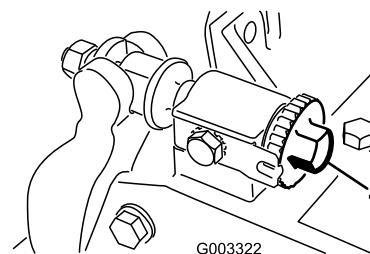
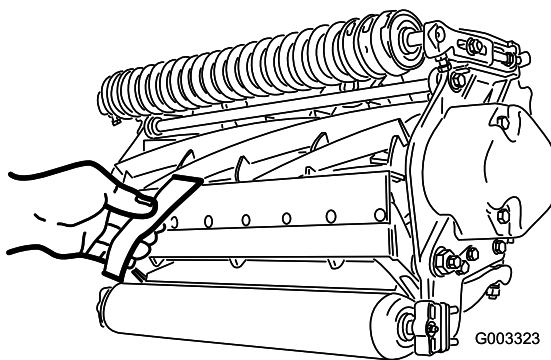

Figura 8
Figura 9
1. Posizionate la macchina su una superficie piana e uniforme. Accertatevi di eliminare il contatto del cilindro ruotando le viti di regolazione della barra di appoggio in senso antiorario (Figura 8).
- Importante:** Accertatevi che i dadi sull'estremità posteriore delle viti di regolazione della barra di appoggio non poggino sul piano di lavoro (Figura 8).
3. Ad una estremità del cilindro, inserite una striscia di carta da giornale tra il cilindro e la controlama (Figura 9). Mentre ruotate leggermente in avanti il cilindro, ruotate la vite di regolazione della barra di appoggio (Figura 8) in senso orario (sullo stesso lato del cilindro, uno scatto per volta) finché la carta - inserita dalla parte anteriore, parallelamente alla controlama - non verrà leggermente compressa, se inserita dalla parte anteriore, parallelamente alla controlama. Avvertirete una leggera resistenza mentre la carta viene tirata.
5. Una volta terminata la regolazione, verificate che il cilindro comprima la carta, quando viene inserita dalla parte anteriore, e che tagli la carta, quando viene inserita ad angolo retto rispetto alla controlama (Figura 9). Deve essere possibile tagliare la carta con un contatto minimo tra la controlama e le lame del cilindro. Se risulta evidente una resistenza del cilindro/un contatto eccessivo, sarà necessario lappare o riaffilare l'apparato di taglio per ottenere il livello di affilatura necessario per un taglio di precisione (Fate riferimento al manuale Toro per l'affilatura del cilindro e delle macchine a taglio rotativo, Modulo N. 80-300PT).